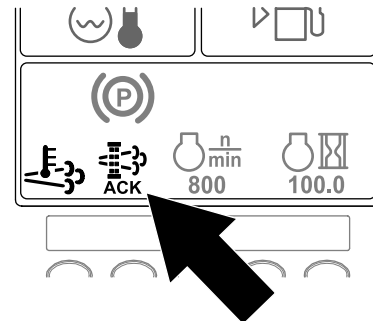

Bild 59
10. Im InfoCenter wird der Homebildschirm angezeigt; das Symbol für die Bestätigung der Regenerierung (Bild 59) wird unten rechts auf dem Bildschirm angezeigt, wenn die Regenerierung ausgeführt wird.